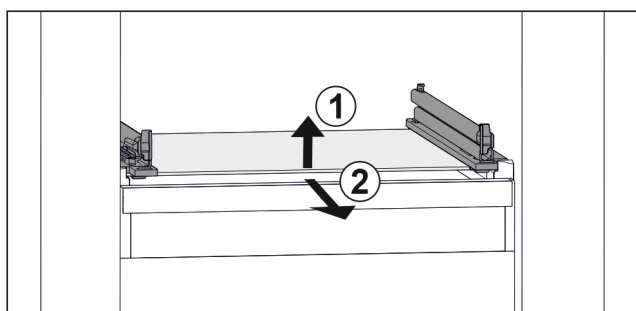

Fig. 116 Simbolična slika steklene plošče
- ▶ Steklenu ploščo dvignite v smeri naprej. Fig. 116 (1)
- ▶ Steklenu ploščo odstranite v smeri naprej. Fig. 116 (2)